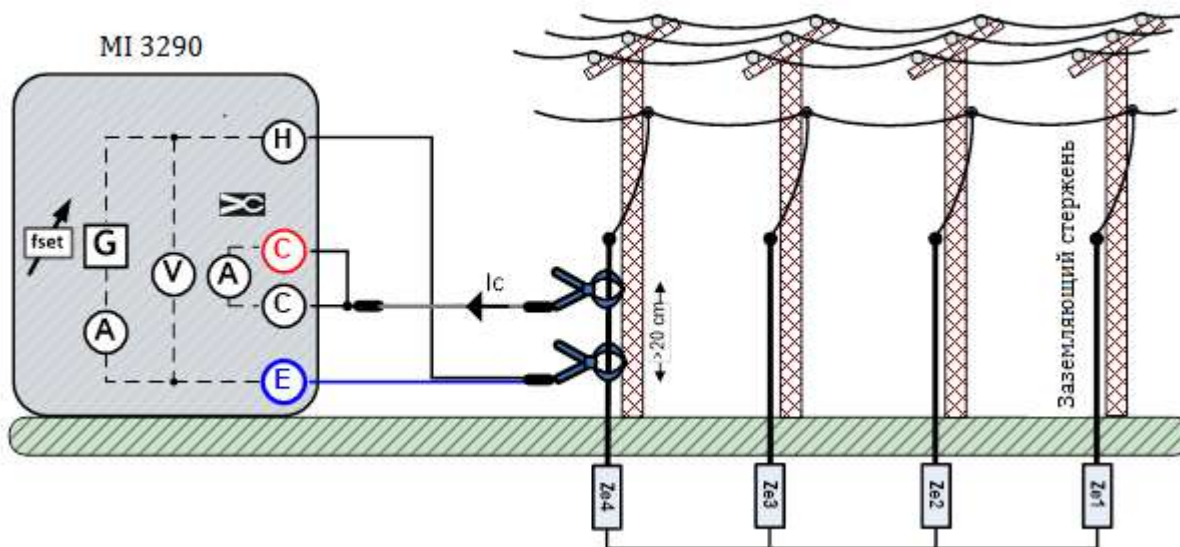

Рисунок 11.18: Пример измерение заземления двумя клещами
- Соберите схему согласно рис. 11.18